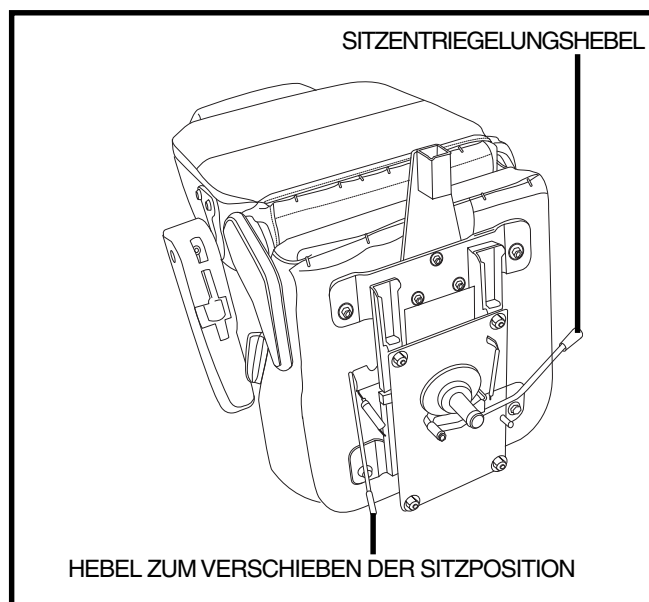

Abb. 16. Einstellung der Sitzposition
1. Sitzarretierungshebel nach vorne drücken, um den Sitz zu entriegeln. **Siehe Abb. 16.**
Der Abstand zwischen dem Sitz und dem Lenker kann durch das Vorwärts- oder Rückwärtsschieben des Sitzes eingestellt werden. **Siehe Abb. 16.**